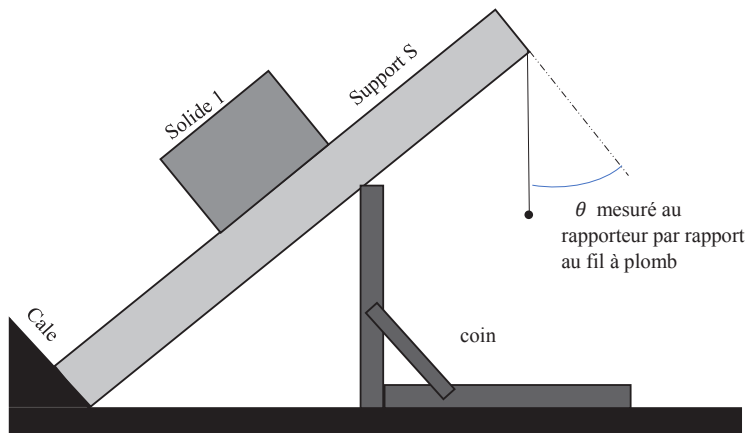

Figure 2 - Second dispositif : mesure du coefficient de frottement statique.
- Q11.** On pose maintenant le solide 1 sur le support S qui fait un angle θ avec le plan horizontal. Le dispositif est représenté sur la **figure 2**. On fait augmenter, à partir d'une valeur faible, l'angle θ en déplaçant lentement un coin et on mesure pour quelle valeur $\theta = \theta_{lim}$ le solide 1 se met à glisser. Montrer que cette expérience permet de mesurer le coefficient de frottement f_s .